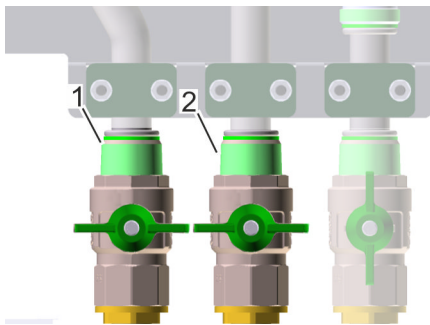

Abb. 36: Kugelhähne Frischwasser öffnen
- 8.** Um den Frischwasserkreislauf zu öffnen, Kugelhähne für die Warmwasserleitung (Abb. 36/1) und die Kaltwasserleitung (Abb. 36/2) öffnen.